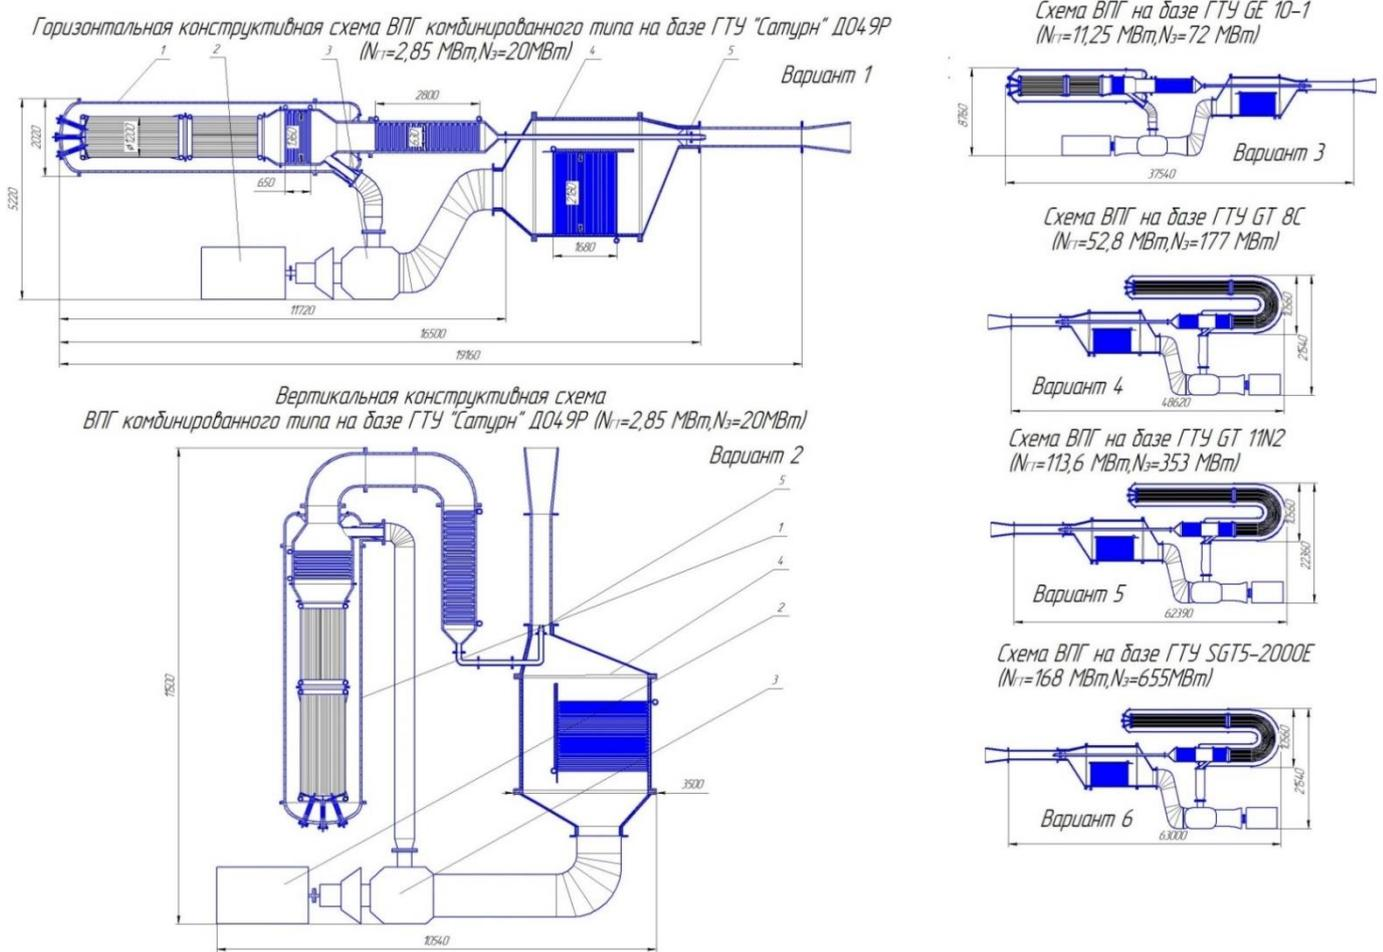

Рис. 6 – Предлагаемые компоновочной схемы и типоразмеры ПГУ с ВПГ
**Задание 2 (варианты 6-10):** Для заданной компоновочной схемы и типоразмера ПГУ с ВПГ (см. рис. 6) разработать эскизное проектное решение по размещению оборудования ПГУ в капитальном укрытии энергоблока. Обосновать выбор основного и вспомогательного оборудования по результатам численной оптимизации параметров принципиальной тепловой схемы ПГУ. Здесь 1 - высоконапорный парогенератор, 2 - электрогенератор, 3 - ГТУ, 4 - вспомогательный утилизационный котёл, 5-газовый инжектор. Принципиальная расчетная тепловая схема ПГУ с ВПГ показана на рисунке 7. Примеры эскизного решения проектной задачи для вариантов 6-7 представлены на рисунке 8.